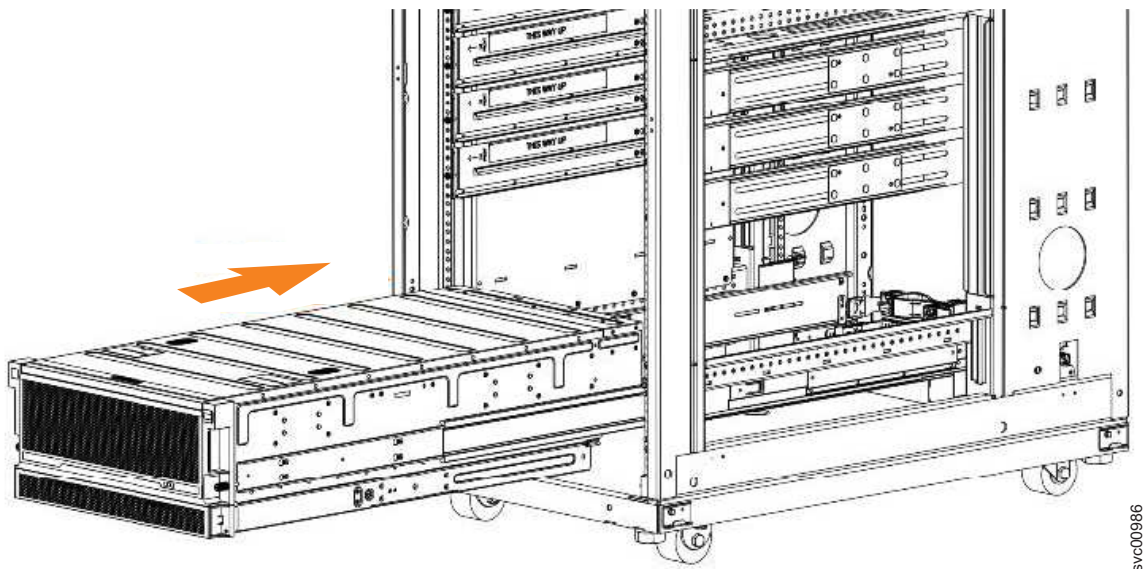

图 60. 在机架中安装机柜的示例
- 在机架最底部的位置安装扩展机柜。第 64 页的图 60 显示了一个示例。